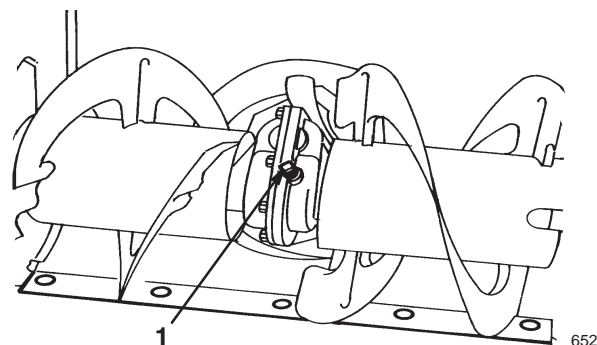

Figure 24
4. Nettoyez les abords de l'obturateur de tuyau (Fig. 24).
5. Retirez l'obturateur de tuyau du boîtier d'engrenages (Fig. 24).